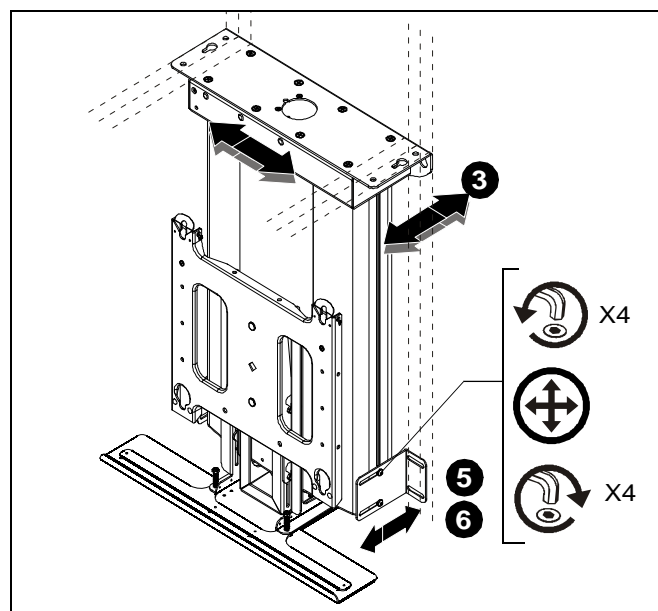

рис. 14
6. Затяните четыре винта, чтобы зафиксировать положение боковых монтажных кронштейнов. (см. рис. 14)